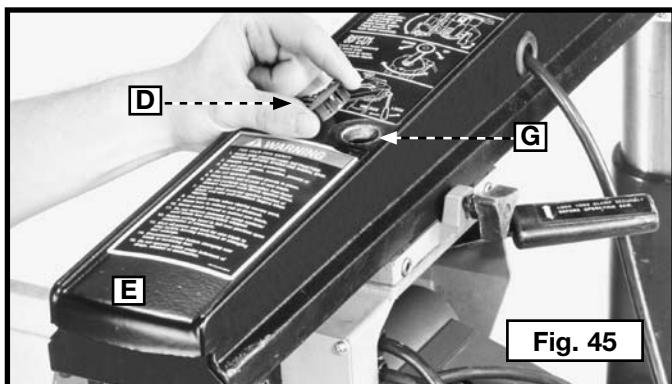

Fig. 45
1. Enlever le cache en plastique (D) Figure 45 à partir du haut du bras (E).